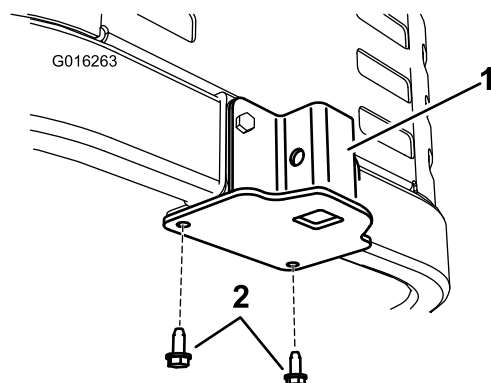

Figure 5
1. Retirez les vis autotaraudeuses existantes au bas du cadre de la machine (Figure 5). Mettez les boulons au rebut.
3. Fixez le support au bas du cadre de la machine, par dessous, avec 2 vis autotaraudeuses (5/16 x 3/4 po) neuves, comme montré à la Figure 5.